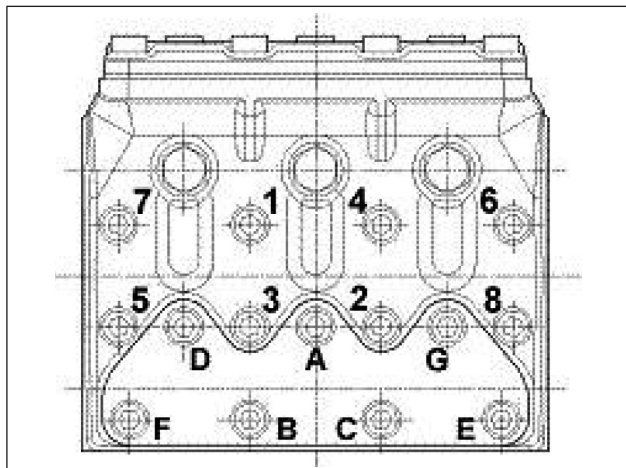

图24
- ** 分解图部件号39（65-KFR型）的泵头固定螺丝必须按照(图24)表中所述的顺序用扭力扳手拧紧，并润滑螺纹柄。
- *** 分解图部件号40（61-KFR型）的阀盖固定螺丝必须按照(图24)表中所述的顺序用扭力扳手拧紧，并润滑螺纹柄。